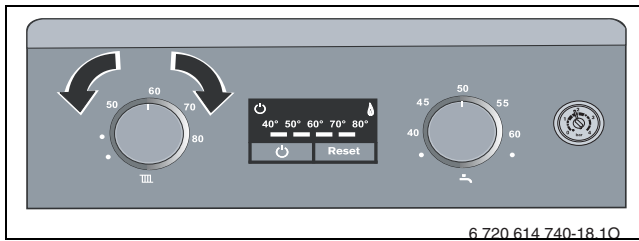

Рис. 26
- ▶ Установить регулятор температуры горячей воды  в среднее положение (→ рис. 26).